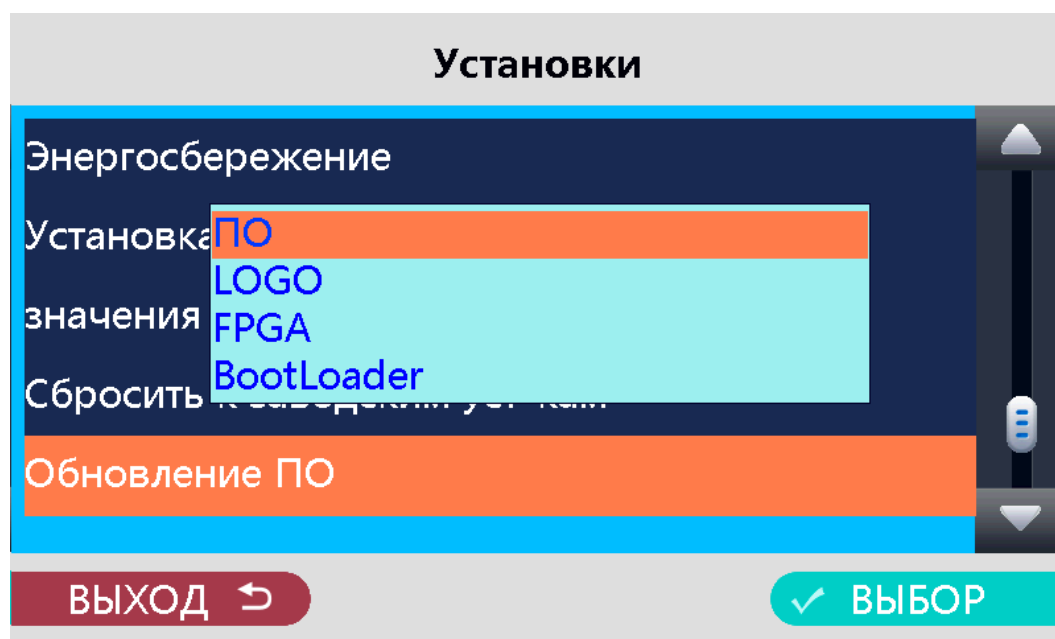

Рис.5-13.
- Войдите в меню  Установки, выберите пункт Обновление ПО, и выберите верхнюю строку ПО, нажмите  **ВЫБОР**. (Рис.5-13.)